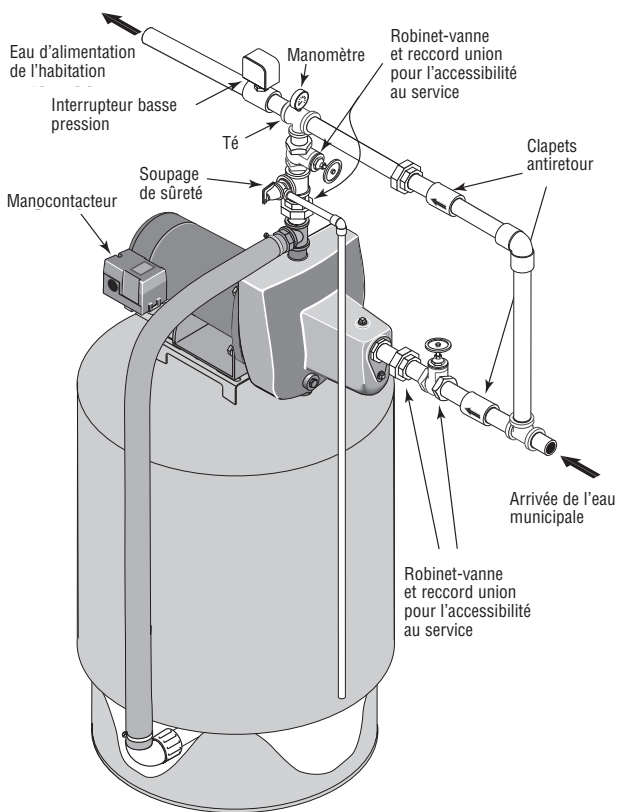

Figure 6: Modèle SNCP42
2. Poser la tuyauterie comme il est illustré (Figures 6 et 7). Ne pas oublier de poser des raccords unions et des robinets d'arrêt de façon à pouvoir déposer le surpresseur pour le réparer sans avoir à interrompre l'alimentation en eau de l'habitation. Il est recommandé de poser un clapet antiretour à ressort avant le système de supression et un interrupteur basse pression après le système de supression (On désireira peut-être aussi remplacer le manomètre standard par un manomètre ayant une fonction de coupure basse pression.)